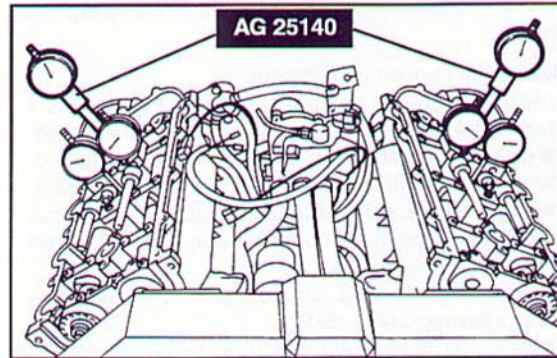

Fig. 286 ▲
- introdurre gli attrezzi AG 25140 per rilevamento PMS, completi di comparatori, nei fori delle candele dei cilindri n° 1 e n° 6, avvitandoli a fondo (Fig. 286);
- put the TDC measuring tools AG 25140, complete with dial gauges, into the holes in the spark plugs of cylinders no. 1 and 6, and tighten fully (Fig. 286);